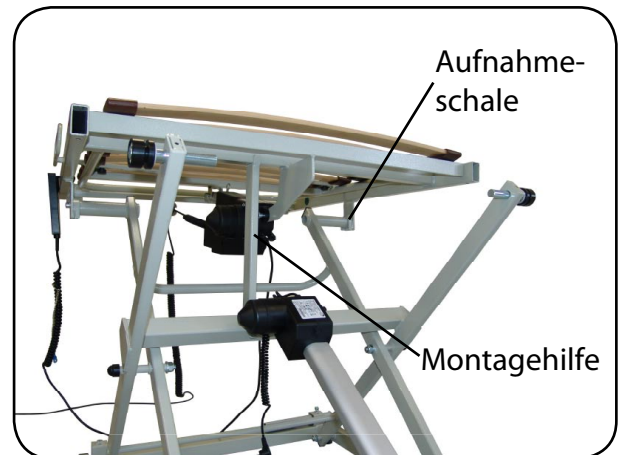

Abb. 6.1.04 - Montagehilfe zwischen den Querrohren von Scherenhub und Kopfauflage
6. Setzen Sie die Kopfauflage mit den Aufnahmeschalen auf die seitlichen Rundrohre des Scherenhubs. Zur besseren Montage stellen Sie die, Montagehilfe (mit der großen Gabelöffnung nach unten) mittig zwischen die Querrohre von Scherenhub und Kopfauflage. Die Kopfauflage liegt nun waagrecht. (Abbildung 6.1.04) Alternativ kann eine zweite Person die Kopfauflage waagrecht halten.